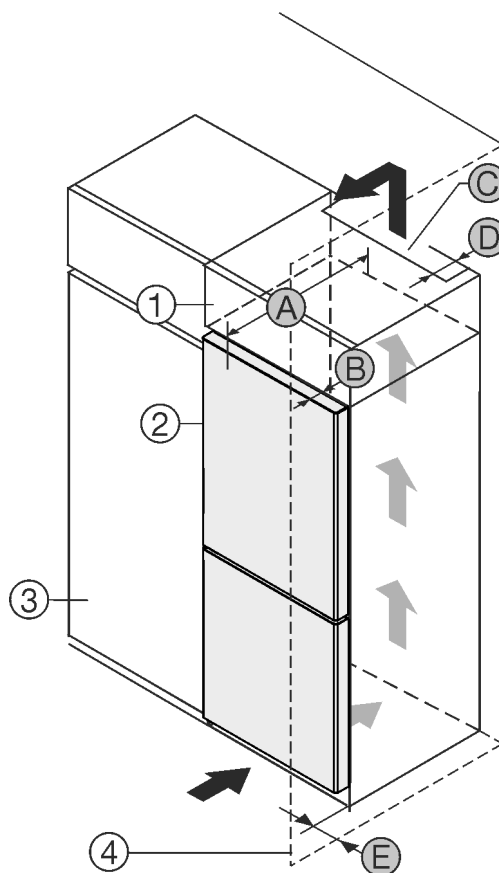

Fig. 1
- (1) Nastavná skříňka\*
- (2) Příklad\*
- (3) Kuchyňská skříň\*
- (4) Stěna\*
- (5) Hloubka přístroje\*
- (6) Hloubka dvířek\*
- (7) Větrací průřez\*
- (8) Vzdálenost zadní strany přístroje\*
- (9) Vzdálenost k zadní straně přístroje\*
Můžete přístroj nainstalovat přímo vedle kuchyňské skřínky Fig. 1 (3).\*
Na zadní straně nastavné skřínky musí být větrací šachta hluboká Fig. 1 (7) přes celou šířku nastavné skřínky.\*
Pod stropem místnosti musí být dodržen větrací průřez Fig. 1 (7).\*
Když přístroj instalujete závěsy vedle stěny Fig. 1 (4), musí být vzdálenost mezi přístrojem a stěnou minimálně 13 mm.\*
Když přístroj instalujete závěsy vedle stěny Fig. 1 (4), musí být vzdálenost mezi přístrojem a stěnou minimálně 20 mm.\*
Aby bylo možné dvířka plně otevřít, musí přístroj přesahovat o hloubku dvířek *Fig. 1 (B)* vůči přední linii kuchyňské skříňky. V závislosti na hloubce kuchyňských skříněk *Fig. 1 (3)* a použití vymezovačů odstupu od stěny může přístroj vyčnívat dále.\*